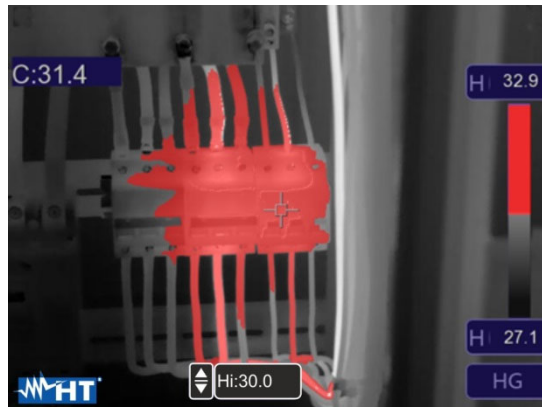

Abb. 37: Auswahl Isothermen-Linie Alarm hohe Temp.
5. Berühren Sie das Feld “Hi” im unteren Teil des Displays und stellen Sie mit den Pfeiltasten ▲ oder ▼ den Wert der **maximalen** Temperaturschwelle ein, ab der das Gerät die Bildpunkte in Rot und die verbleibenden Punkte in Grau anzeigt (siehe Abb. 37).